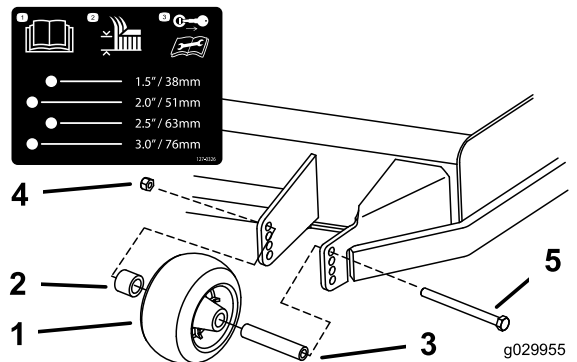

Figura 29
3. Ajuste los rodillos protectores del césped según se muestra en Figura 29, Figura 30 y Figura 31.